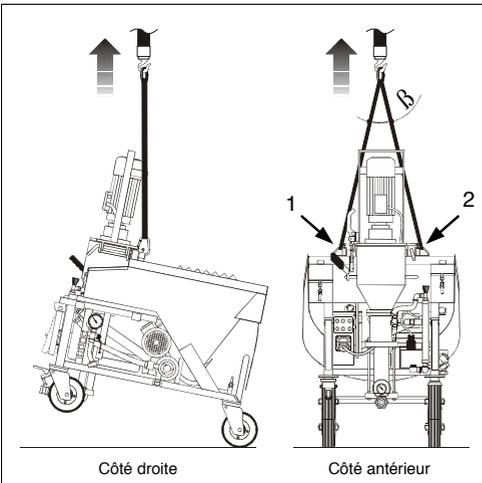

FIG.12 (Levage de la machine)
- 3) Réaliser la connexion des cordes, chaînes et/ou crochets dans les deux points de connexion latéraux prévus par le fabricant (**FIG. 12 - Ref. 1/2**) et marqués par les signaux appropriés (**par. 6.3**);